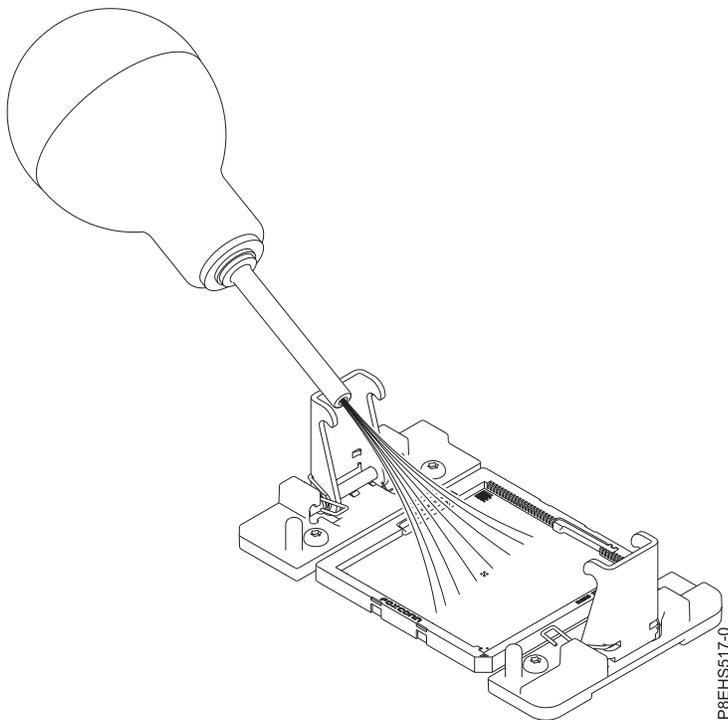

Figura 99. Removendo poeira e fragmentos do soquete do processador do sistema
- a. Se houver poeira ou fragmentos no soquete do processador do sistema, use a bomba de ar fornecida (número da peça 45D2645) para limpar a do soquete. Solte pequenas rajadas de ar do centro para os lados do soquete, conforme mostrado em Figura 99 na página 98.